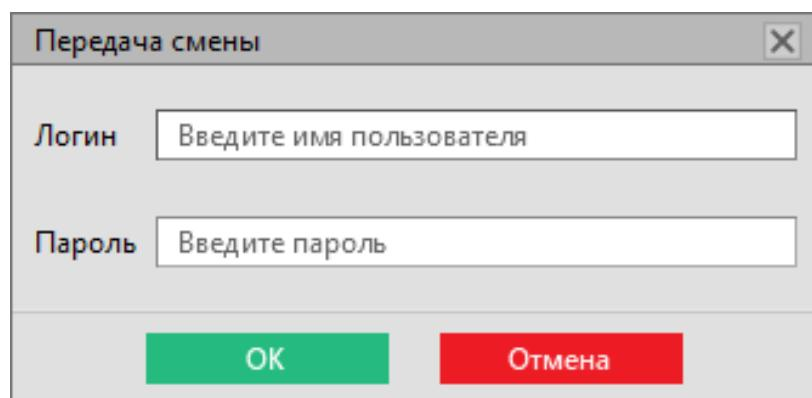

Рисунок 37 - Реквизиты оператора
2. Введите реквизиты оператора, которому передается смена и нажмите **OK** (Рисунок 37).